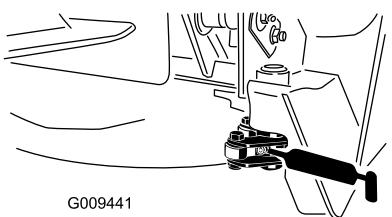

Figure 39
- Pivot de verrou (2) (Figure 39)